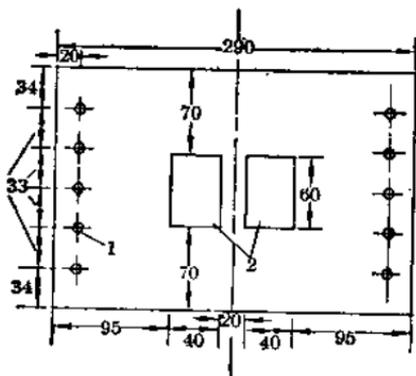

图 12
9. 盒盖如图 12 所示。显示窗可用有机玻璃条粘成，不用开孔。